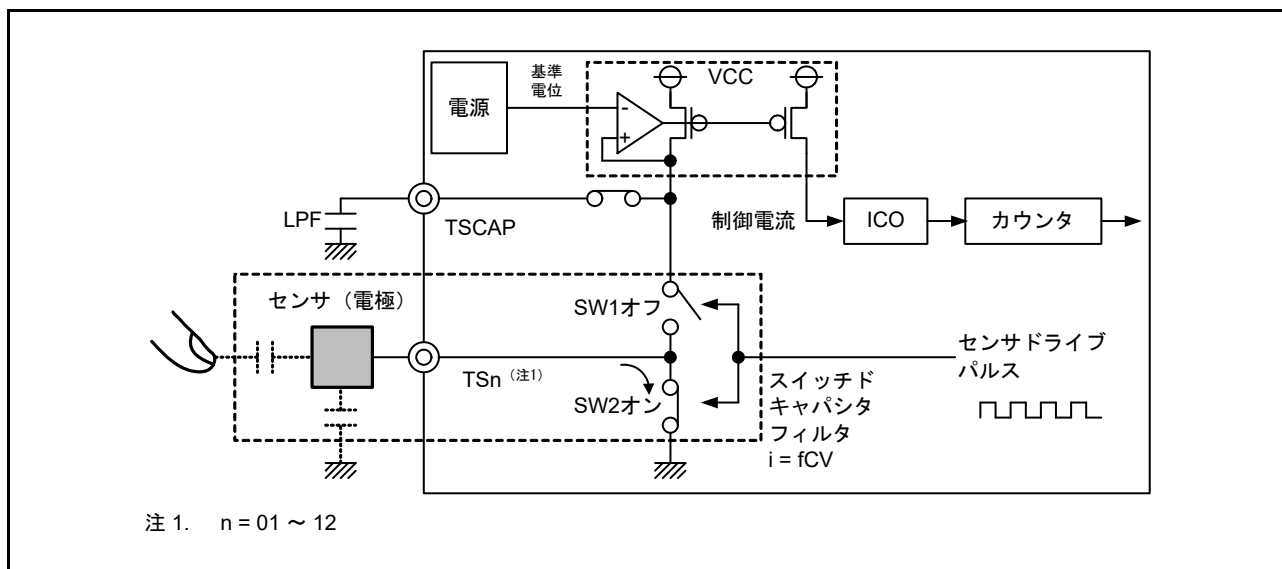

図 46.6 放電動作
2. SW1 : OFF、SW2 : ON にすることで、充電された容量は放電されます。(図 46.6)